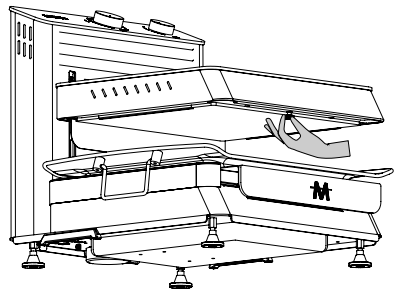
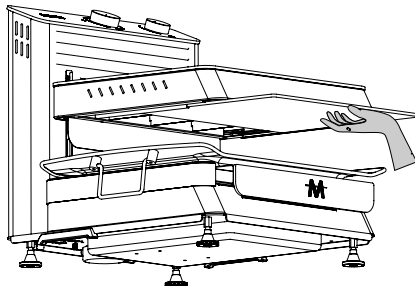

Abbildung 19
Abbildung 20
- Pour nettoyer le verre de protection du filament, tournez les broches de fixation du verre dans le sens des aiguilles d'une montre et retirez-les (Abbildung 19). Détachez ensuite le verre de protection du filament du produit à l'aide des canaux (Abbildung 20).